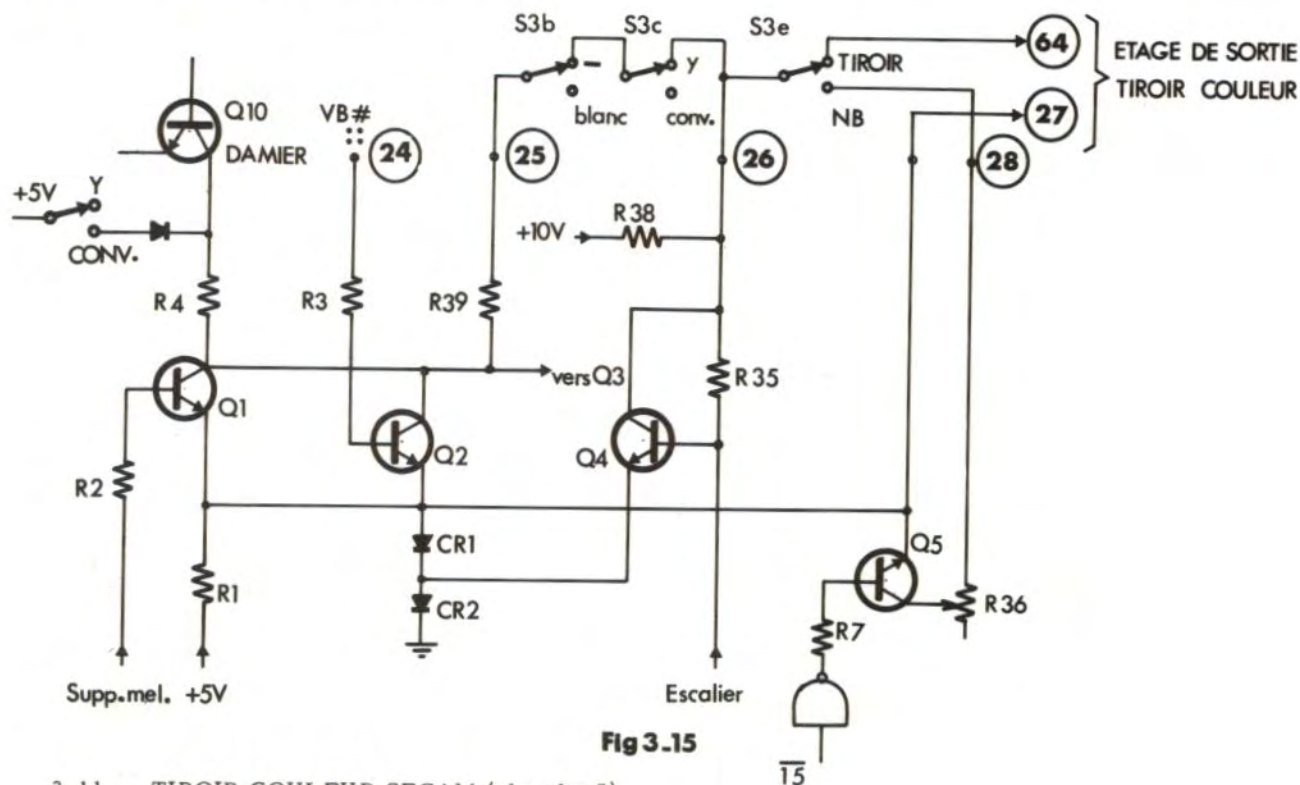

Fig 3.15
3.10.8. - FORMATION DE "Y" (planche 8 - fig. 3.15)
en noir et blanc et en couleur, par contre le circuit d'établissement de la troisième séquence : barres de couleurs, ou définition, est différent, selon que l'on est en noir et blanc, ou couleur, fig. 3.15. En noir et blanc, ce dernier circuit est équipé du transistor Q5. Ce transistor, si la touche NB/Tiroir est sur interrupteur commandé par I5. Ce signal de porte, fig. 3.15. correspond à la durée de la troisième séquence "définition". Lorsque I5, après inversion par la porte Z2d est au niveau haut, Q5 conduit. Le niveau qui s'établit sur son collecteur réglé par R36 permet de transmettre à un niveau correct le signal "définition" à la base de l'amplificateur final Q3. Lorsque I5 est au niveau bas, Q5 est bloqué.